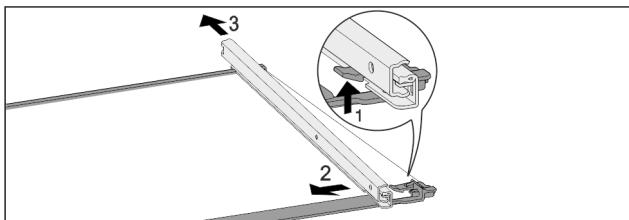

Fig. 40 Стъклена плоча с релси
- Натиснете нагоре предните фиксиращи палци. Fig. 40 (1)
- Плъзнете изтеглящата релса настрани Fig. 40 (2) и назад Fig. 40 (3).